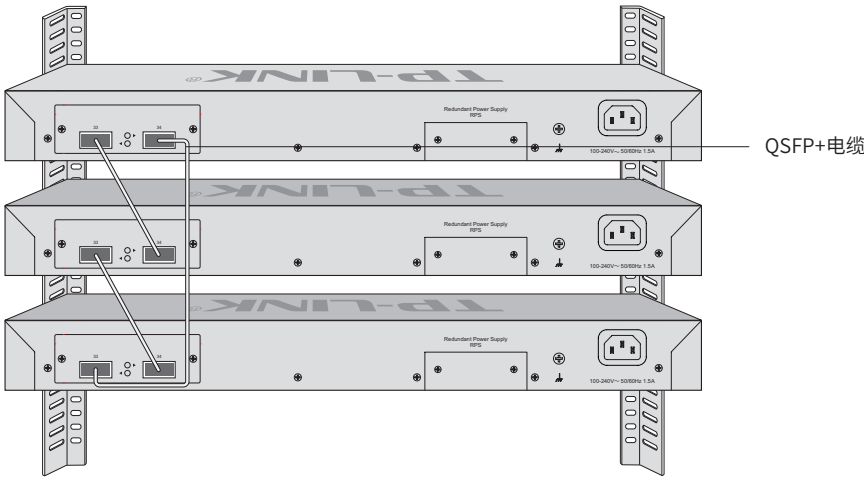

图2-5 使用QSFP+端口建立堆叠示意图
2. 将所有交换机断电,然后使用QSFP+电缆将各交换机连接在一起,如图2-5所示。